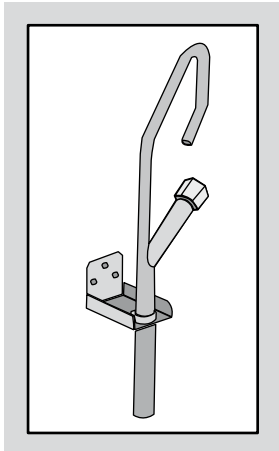

Figura 4 COLOCACIÓN DE LA PISTOLA DEL FILTRO.
6. Retirar la manguera de reciclado del freidor y colocarla en el buje del filtro (Figura 4).